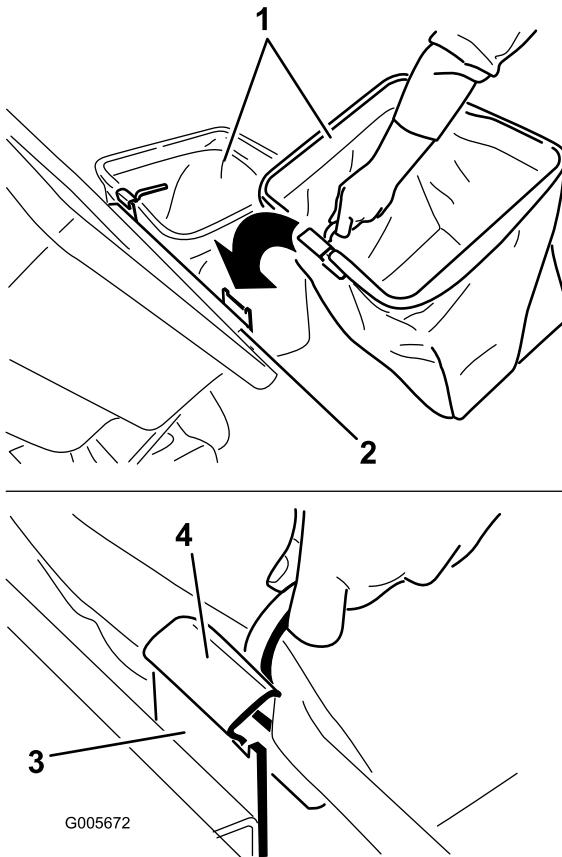

Figure 27
5. Pour installer les bacs, glissez les crochets du cadre sur les pattes de retenue (Figure 27).